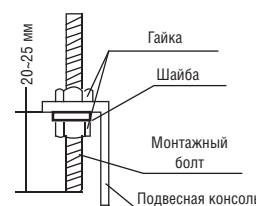
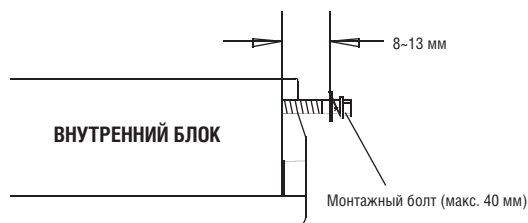

Рис. 4-11
Рис. 4-12
- Выполните разметку для установки подвесной консоли на монтажных болтах (см. рис. 4-11). Подготовьте монтажные болты для блока (см. рис. 4-12).